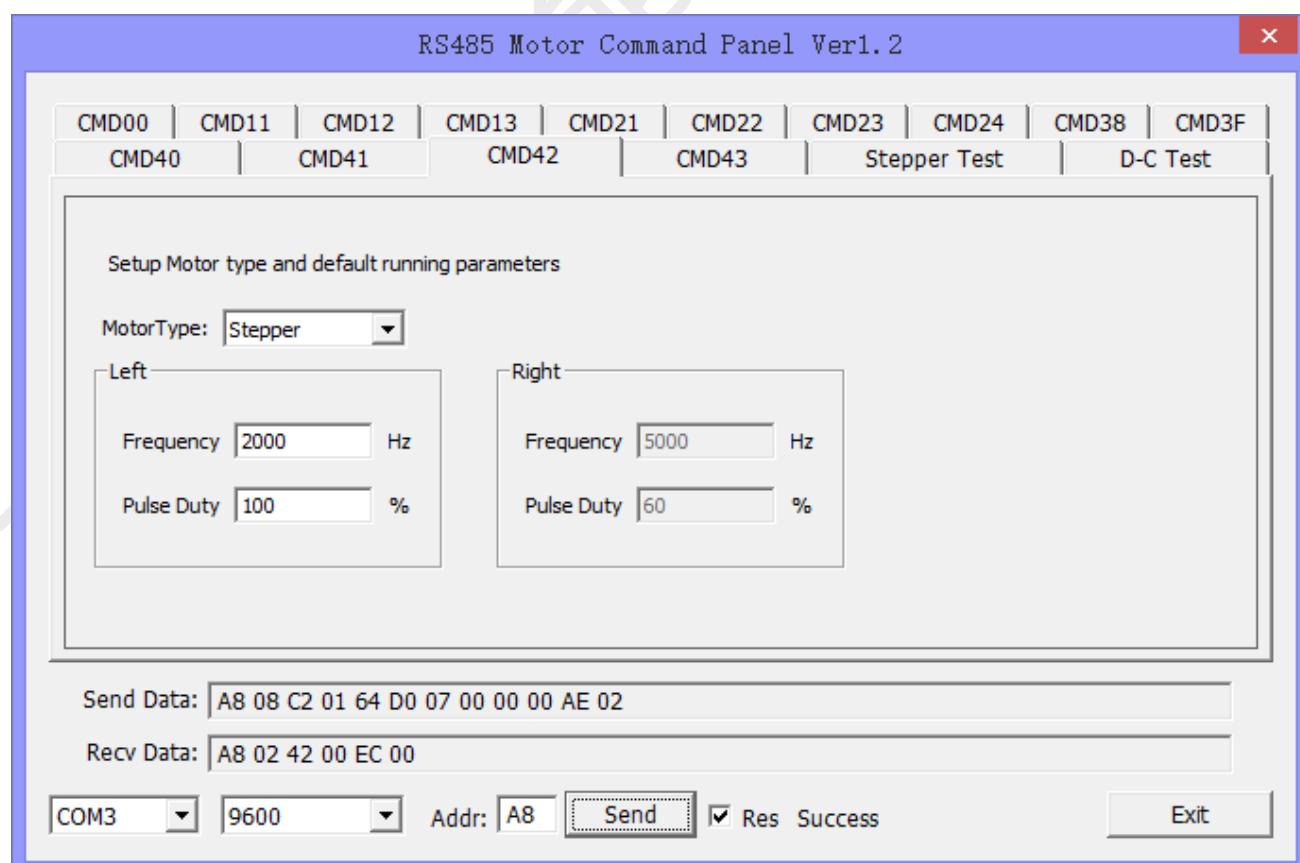

图 3-3
3. 如果要控制步进电机，请按如下图 3-3 更改参数。其中 MotorType 选择 "Stepper"，其它参数请根据步进电机的特性选择合适参数。